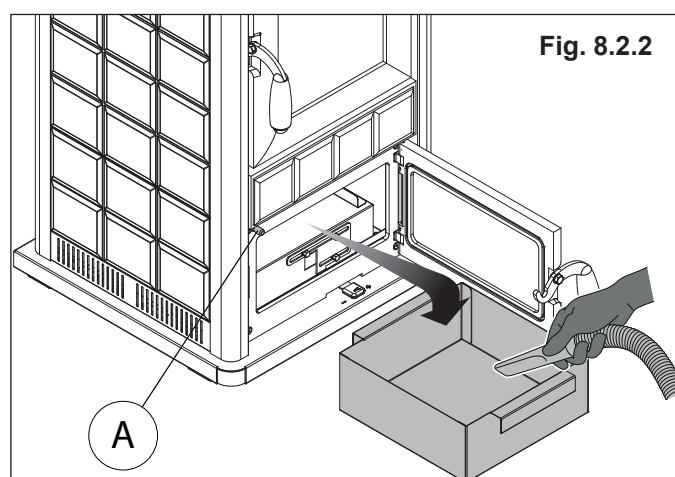

Fig. 8.2.2
Pour favoriser le passage de la cendre du brasier au tiroir, il est possible d'agir sur l'attiseur (A) (Fig. 8.2.2).